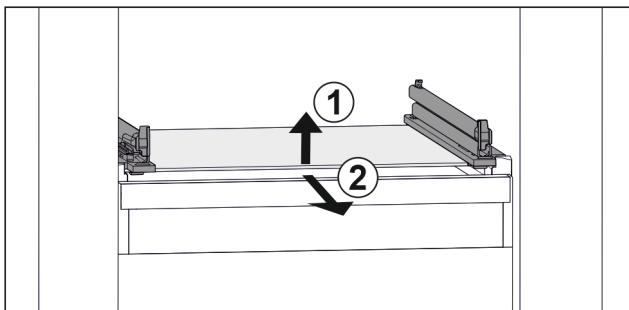

Fig. 167 Simbolična slika steklene plošče
- Stekleno ploščo dvignite v smeri naprej. Fig. 167 (1)
- Stekleno ploščo odstranite v smeri naprej. Fig. 167 (2)